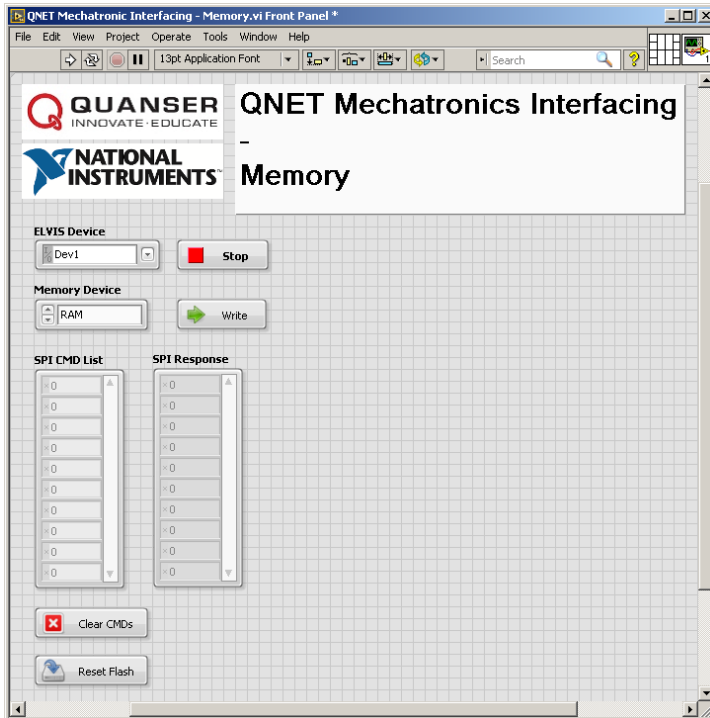

Рис. 2.8. Виртуальный прибор
1. Откройте QNET Mechatronic Interfacing – Memory.vi (рис. 2.8).